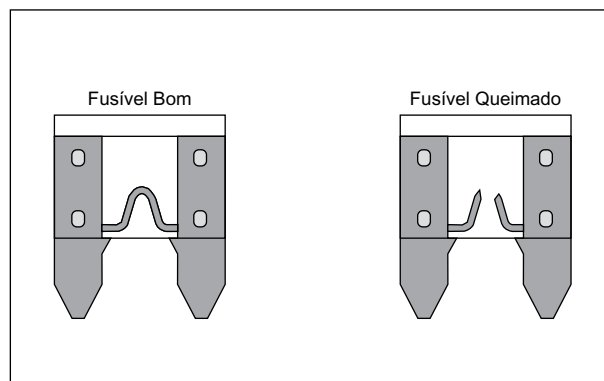

Fig. 5.7
- Quando um fusível queima, sempre investigue a causa, corrija e então substitua o fusível. (Fig. 5.7)